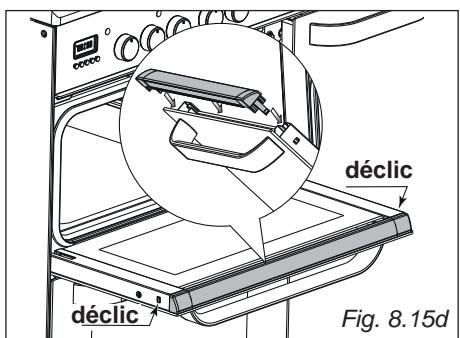

Fig. 8.15d
- Appuyer légèrement le support vers la porte pour le bloquer en place. Vous devriez entendre le déclic de blocage des languettes (figure 8.15d).